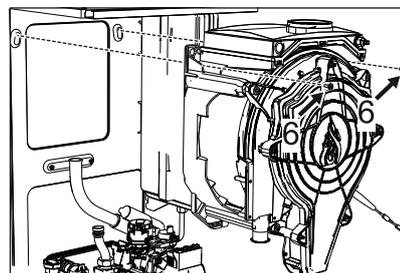

fig. 60 -
- Togliere le 2 viti superiori "6" di fissaggio scambiatore al telaio ("fig. 60 -")